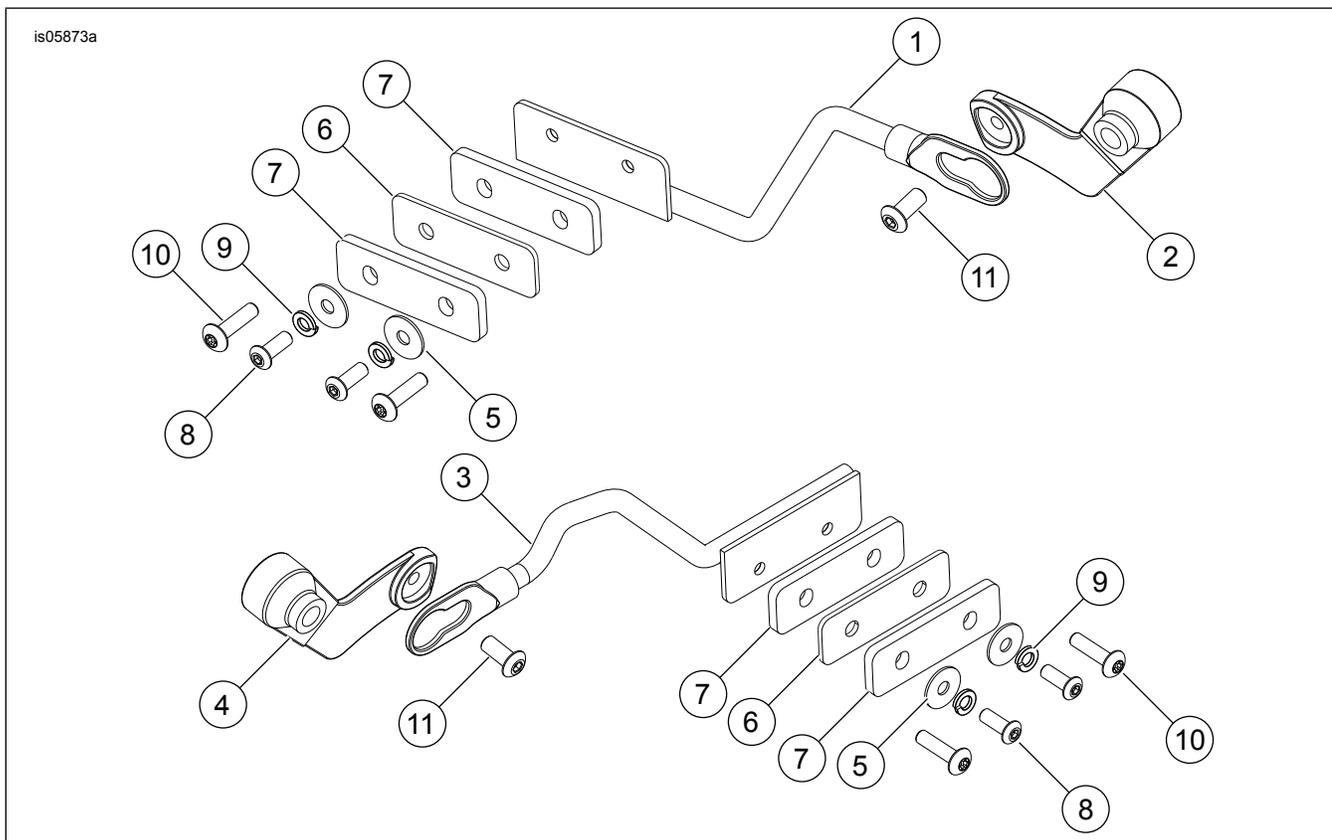

Figure 5. Pièces détachées : Attache de support inférieur
Voir Figure 5 et Tableau 1.
1. Voir Figure 5. Installer l'attache de support inférieur (1 ou 3) avec le silentbloc (6) sur la sacoche. **Pour les modèles FXDF, FXDFSE et les modèles FXDWG de 2010 :** Installer les entretoises (7), les rondelles de garde-boue (5), les rondelles-frein (9) et les vis (10). Ne pas serrer complètement. **Pour tous les autres modèles :** Attacher avec les vis (8), les rondelles de garde-boue (5) et les rondelles-frein (9). Ne pas utiliser les entretoises (7). Ne pas serrer complètement.